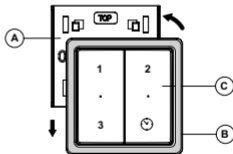

Fig 6.
3. Positionnez l'interrupteur sans fil avec le cadre 5 mm environ au-dessus de la plaque de retenue A et abaissez-le, jusqu'à ce qu'il s'encliquette dans les griffes de la plaque de retenue. (fig. 6)